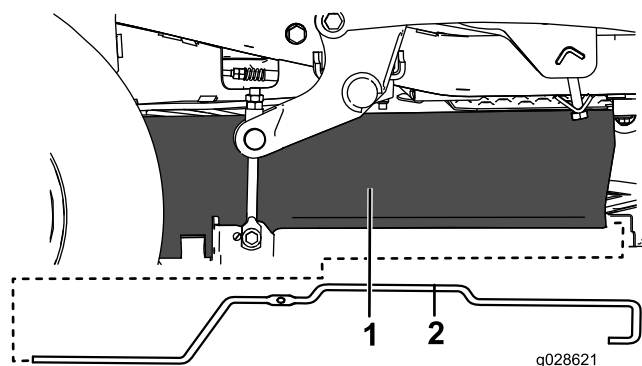

Bild 14
2. Setzen Sie die neue Stützstange in die Abdeckung (Bild 14).